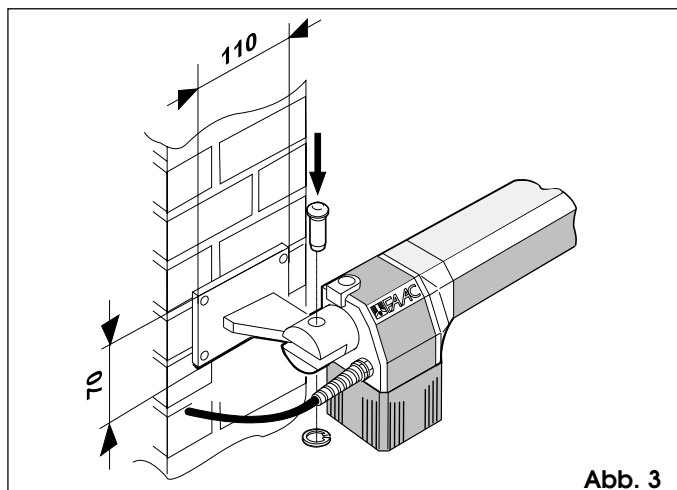

Abb. 3
Bei gemauerten Pfeilern eine entsprechende Anschlußplatte (Abb. 3) einlassen und diese mit dem Anschluß verschweißen.
- 2) Antrieb anhand der mitgelieferten Schraubverbindungen (Abb. 3) am hinteren Anschluß befestigen.
**Achtung:** der Montagesatz enthält den rechten und linken Antrieb. Die korrekte Einbauposition des Antriebs gemäß Abb. 3 befolgen.